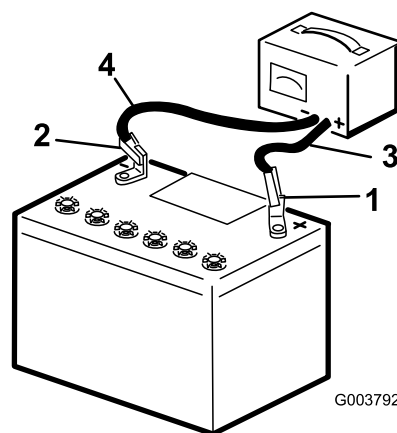

Рисунок 79
3. Подсоедините отрицательный провод зарядного устройства к отрицательному штырю аккумуляторной батареи (Рисунок 79).
5. После полной зарядки аккумуляторной батареи отсоедините зарядное устройство от источника электропитания и штырей аккумуляторной батареи (Рисунок 79).